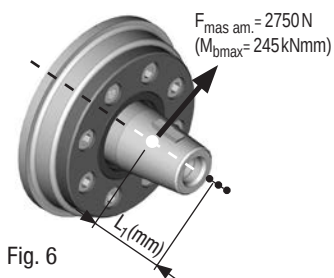

Fig. 6
- Non superare la forza dovuta alla tensione della cinghia nel punto di applicazione della forza (vedi fig. 6)
- Se il punto di applicazione della forza si sposta in avanti (vedi fig. 6, puntini), la forza $F_{\text{mas am.}}$ si riduce in base alla seguente formula: